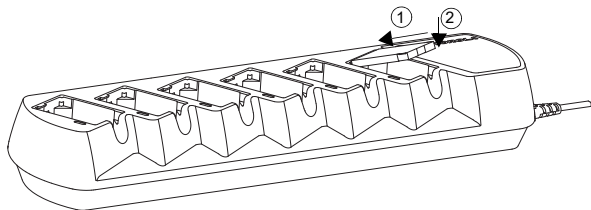
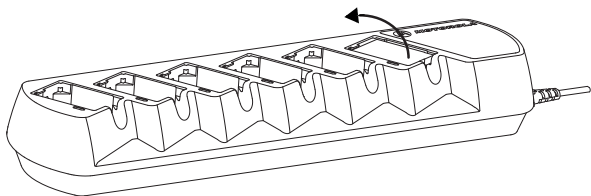

Figura 4: Empurrar a bateria para a cavidade do carregador
Figura 5: Retirar a bateria da cavidade do carregador
4. Para carregar a bateria, insira-a na cavidade do carregador, procedendo da seguinte forma: (Consulte a Figura 4 e a Figura 5).